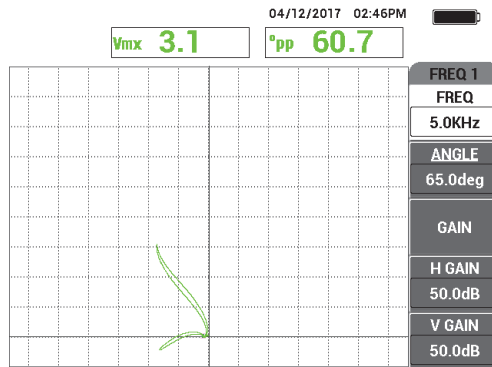

図 5-182 2本のグループのスキャン
3. 10% 内径きずと 20% 外径きずが表示されるまで、チューブをゆっくりスキャンします。NORTEC 600 画面でグルーブの信号が表示されたら、フリーズキー（❄）を押します。（260 ページの図 5-182 参照）